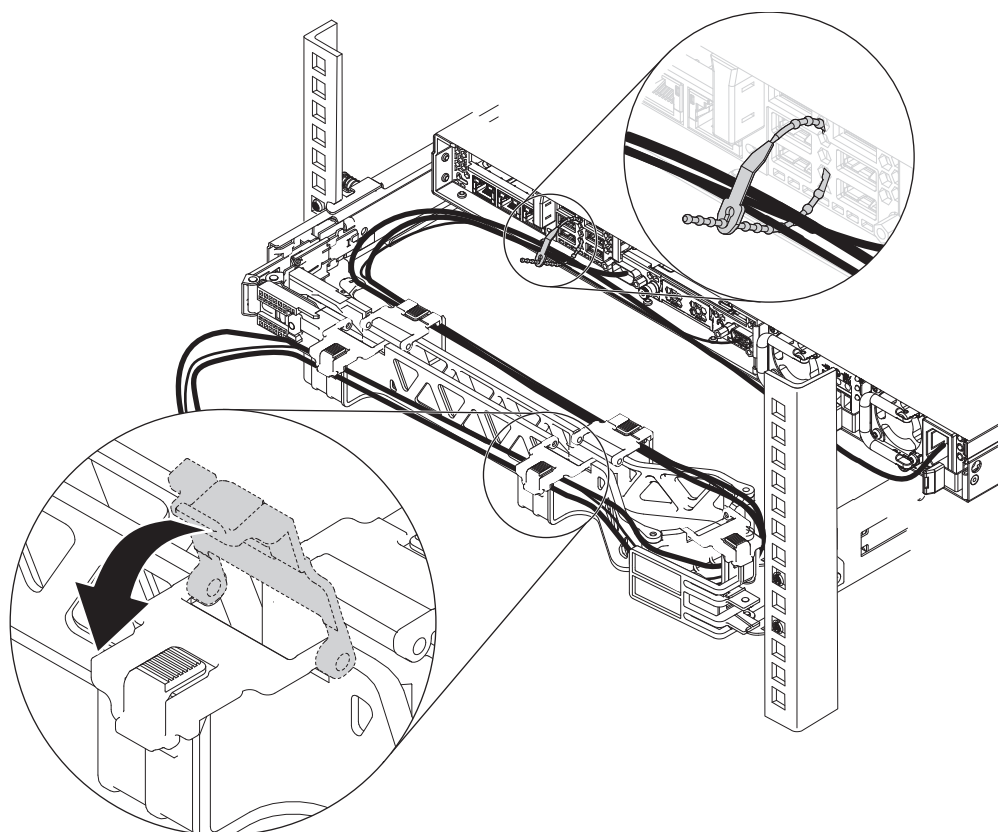

图 9. 将电缆和扎带断开连接
4. 将连接的电缆断开连接，如第 18 页的图 9 中所示。